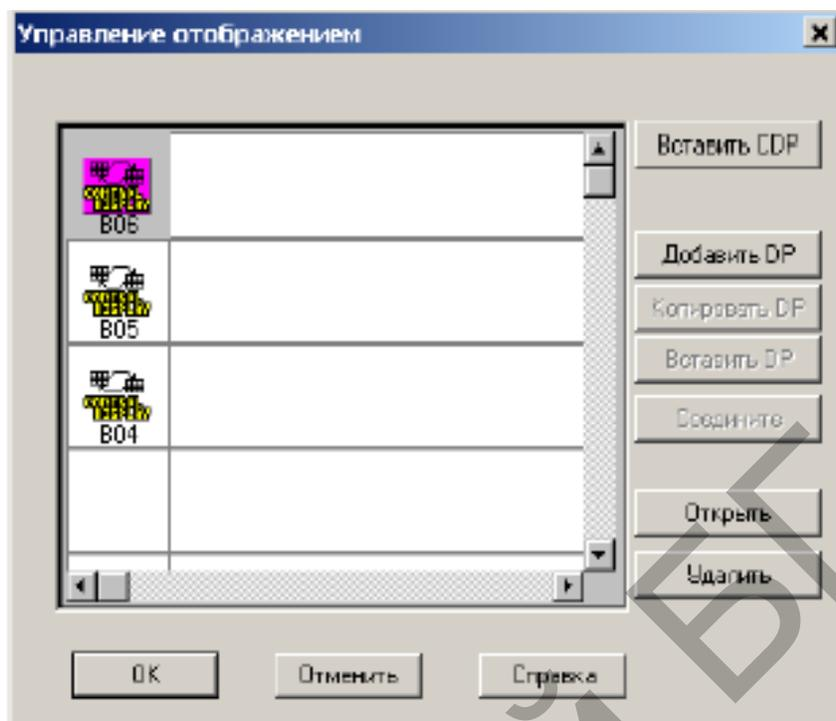

Рисунок 6.17 – Окно управление отображением
2) Щелкните на кнопке “Вставить CDP”, чтобы вставить функциональный блок управления отображением (CDP) для управления функцией пользовательского экрана (рисунок 6.17).